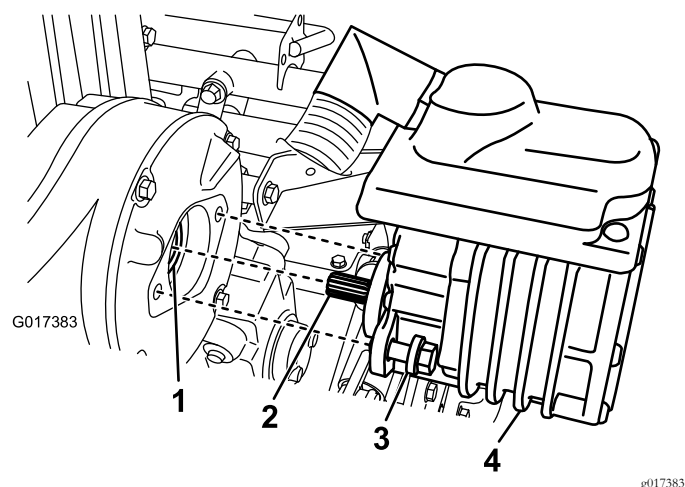

Figura 40
2. Retire los 2 pernos que sujetan el motor a la carcasa de la transmisión (Figura 40).
4. Añada una o dos aplicaciones de grasa con una pistola de engrasar al acoplamiento hembra de la carcasa de la transmisión (Figura 40).